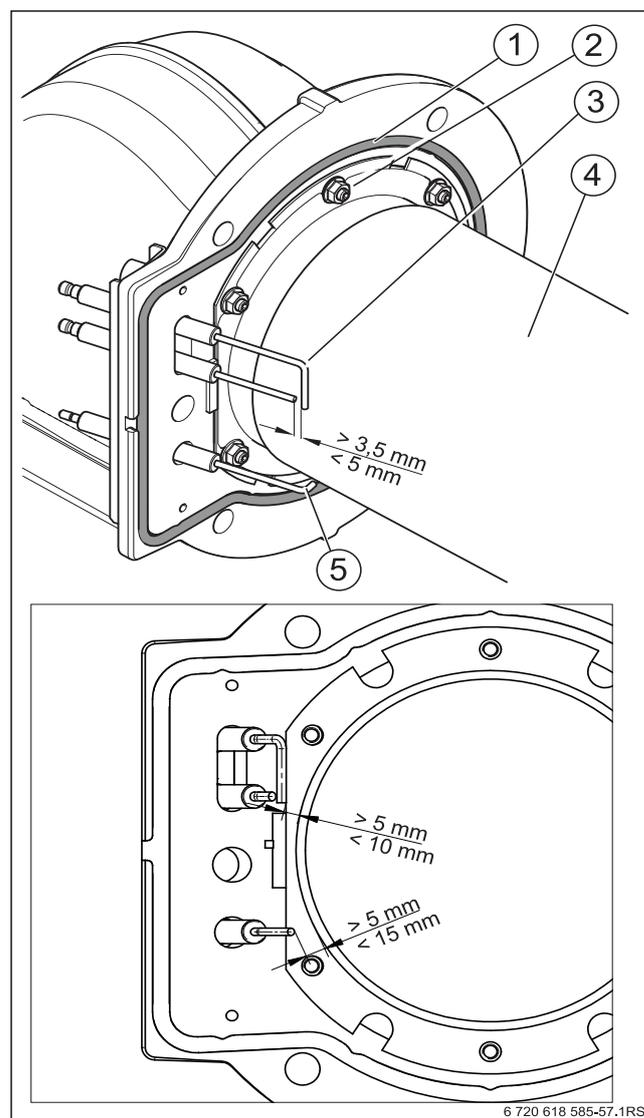

Рис. 55 Регулировка положения электродов
- ▶ Измерьте расстояния между электродами и сравните их со значениями на рис. 55.